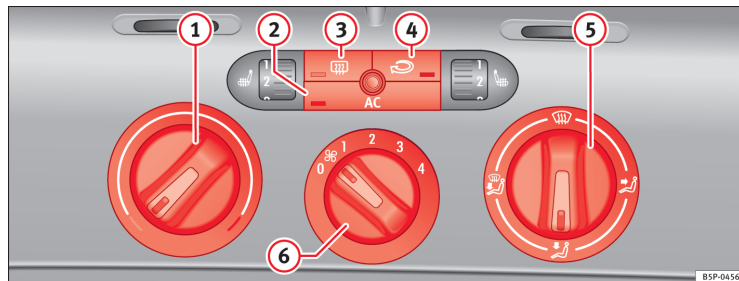

Fig. 108 I instrumentpanelet: betjeningsselementer til Climatic
- Drej kontakten til regulering af temperaturen ⇒ Fig. 108 ① til højre, indtil den ønskede varmeydelse er nået.